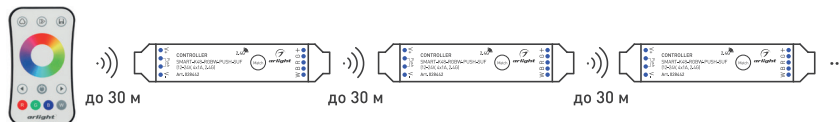

Рис. 2. Ретрансляция сигнала от пульта ДУ (до 30 м на открытом пространстве)
- 3.8. Все контроллеры автоматически ретранслируют сигнал от пульта ДУ или панели управления (рис. 2). Расстояние между устройствами на открытом пространстве может достигать 30 м.